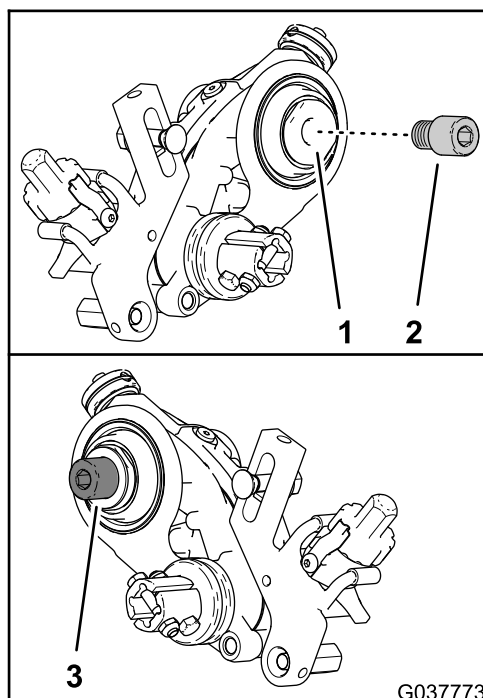

Figura 6
1. Applicate un composto frenafili blu all'interno dell'albero di trasmissione (Figura 6).
2. Montate l'adattatore del cilindro idoneo sull'albero di trasmissione (Figura 6). Utilizzate la tabella seguente per determinare quale adattatore utilizzare.